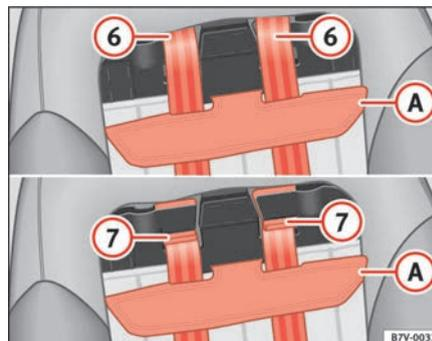

Fig. 36 Asiento integrado para niños: modificar la colocación de los tirantes del cinturón
- Tire hacia delante del suplemento de la parte superior ⇒ fig. 36 (A) para despegarlo del velcro.
- Para los niños más grandes, desplace los dos tirantes del cinturón en las ranuras laterales de la posición superior (6).
- Por último, desplace el suplemento (A) debajo de los tirantes y presiónelo de forma que quede fijo ⇒ ⚠.
El suplemento ⇒ página 58, fig. 36 (A) tiene que quedar presionado al asiento por la parte del velcro de forma que las tiras del cinturón se muevan libremente en sus ranuras. ■